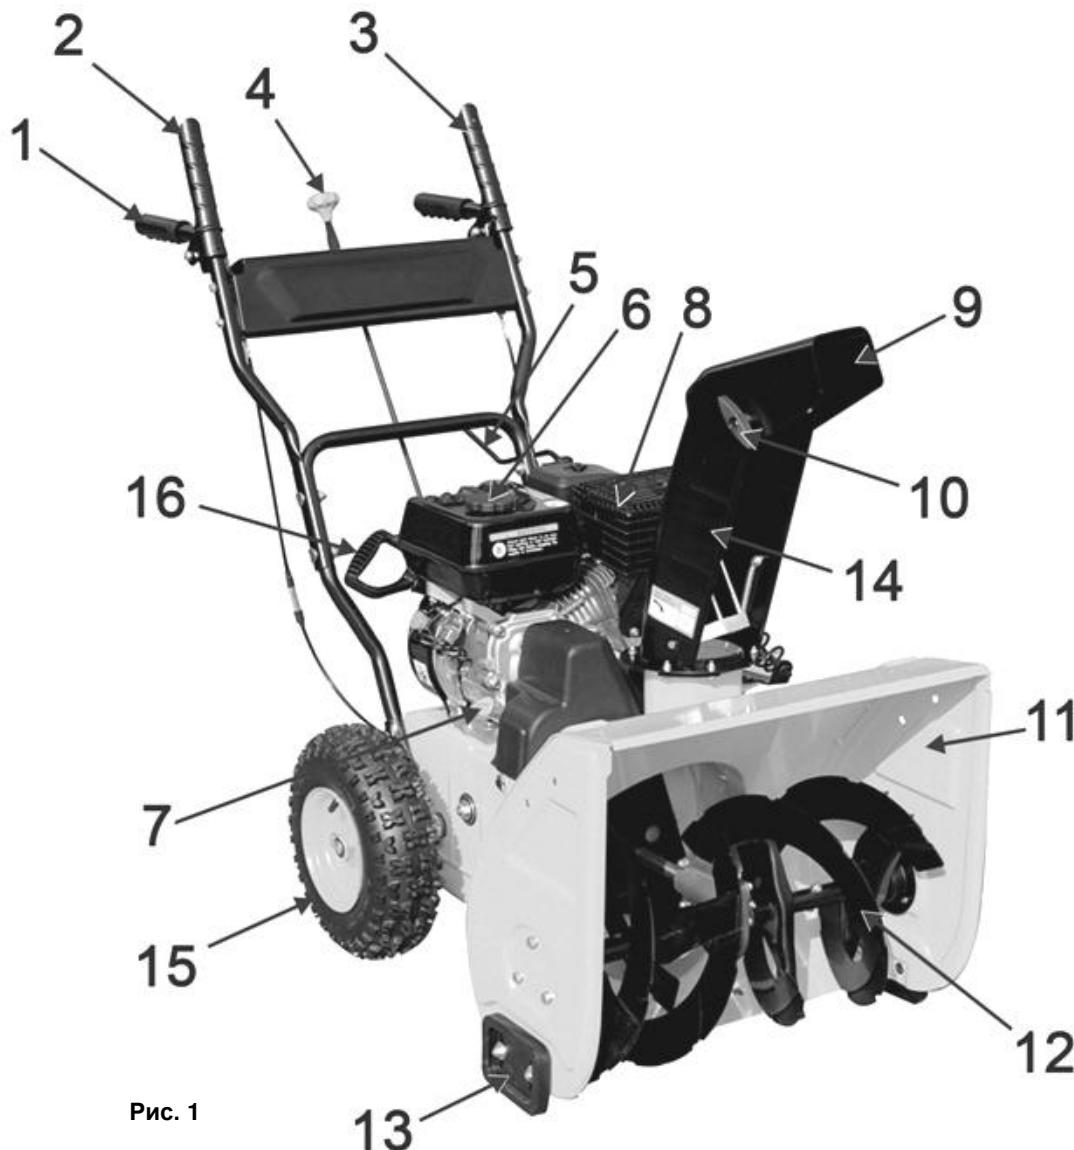
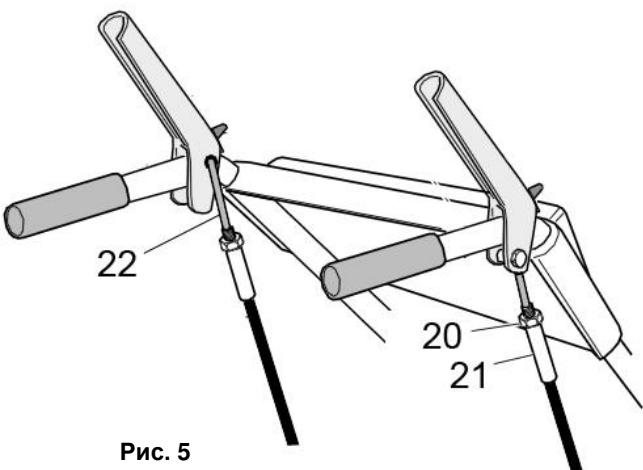

Рис. 1
Рис. 5
- Снегоуборщик вращением лопастей шнека (12)(См. Рис.1) убирает снежный покров с ровных площадей, и через снегоотвод (14) выбрасывает его в выбранную сторону.
- Шнек (12)(См. Рис.1) - винтовой механизм в виде стержня с наклонными лопастями, приводимый в действие двигателем. Шнек захватывает, и транспортирует снежную массу внутрь снегоуборщика на врачающуюся
- Снегозаборник (11)(См. Рис.1) служит для захвата снега и направления его потока в рабочую зону снегоуборщика (на шнек).
Рычаг привода колес (2)(См. Рис.1)
- При нажатии рычага привода колес (2), включается система привода, и снегоуборщик начинает движение.
- При отпускании рычага привода колес (2), привод отключается, и снегоуборщик прекращает движение.
Рычаг привода шнека (3)(См. Рис.1)
- При нажатии рычага привода шнека (3), включается система привода, и лопасти шнека (12)(См. Рис.1) начинают вращение.
Рычаг переключения скоростей (4)(См. Рис.1)
- Для изменения скорости и направления движения: остановите снегоуборщик и вращение шнека, переведите рычаг (4)(См. Рис.1) в соответствующее выбранному режиму движения положение.
- Установите желоб снегоотвода (14)(См. Рис.1) на выпускной канал импеллера.
- Установить в отверстие на рычаге управления (2; 3)(См. Рис.1) верхний Z-образный конец троса (22)(См. Рис.5).
- Закрутите на резьбу Z-образного хвостовика втулку троса (21)(См. Рис.5). Закрутите гайку (20) к втулке (21).
- Нижний конец троса со спиральной пружиной (23)(См. Рис.5) закрепите на натяжном кронштейне. Гайкой (24) отрегулируйте допуск троса.
- Установите/замените ограничительные башмаки (13)(См. Рис.1; 7) с каждой стороны снегозаборника.
- Рычаги приводов колес и шнека (2) и (3) должны прижиматься к рукояткам руля управления (1)(См. Рис.1) без чрезмерных усилий.
- Проверьте работу рычагов (2) и (3)(См. Рис.1) привода колес и шнека.
- Рычаги (2) и (3) привода колес и шнека должны полностью прижиматься к рукоятке управления. Если этого не происходит, значит, тросики перетянуты, и их необходимо ослабить.